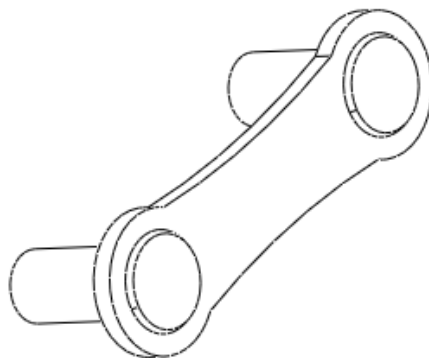

图 55-15
(7) 单击  按钮，完成特征建立，如图 55-15 所示。